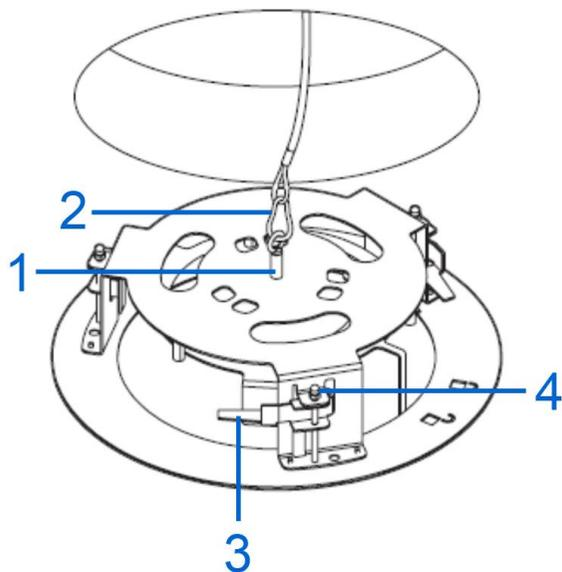

图 3
2. 将安全绳的一端连接至安全结构或天花板内的物体，并将吊环螺栓中的螺钉 (1) (图 3) 连接至支架顶部。
3. 将安全绳的另一端 (2) (图 3) 连接至支架上的吊环螺栓。
4. 拉出“翼片” (3) (图 3)，以紧贴天花板拧紧支架。
备注：可旋转螺钉 (4) (图 3) 以上下调整“翼片”。